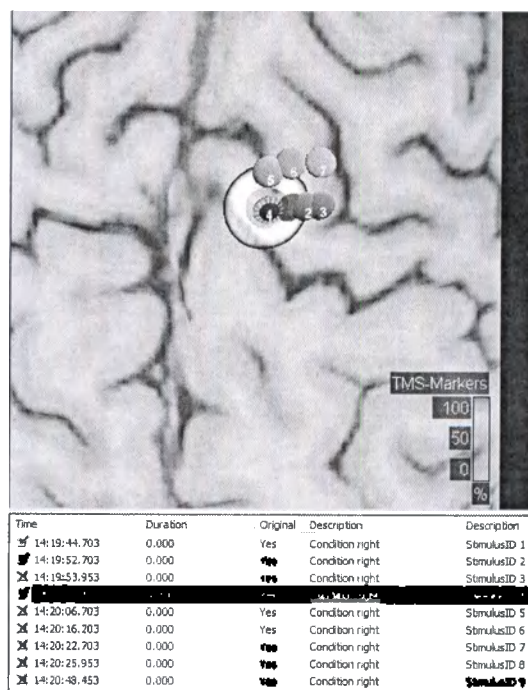

Рис. 50. РАЗМЕЩЕНИЕ ПЕРЕСЕЧЕНИЯ НАД МАРКЕРОМ ТМС
- Разместите пересечение на позицию, куда вы хотите установить маркер. Если вы хотите разместить маркер поверх маркера стимула, выберите необходимый маркер из списка. Положение пересечения будет отрегулировано в соответствии с вашим выбором, как это показано на Рис. 50.